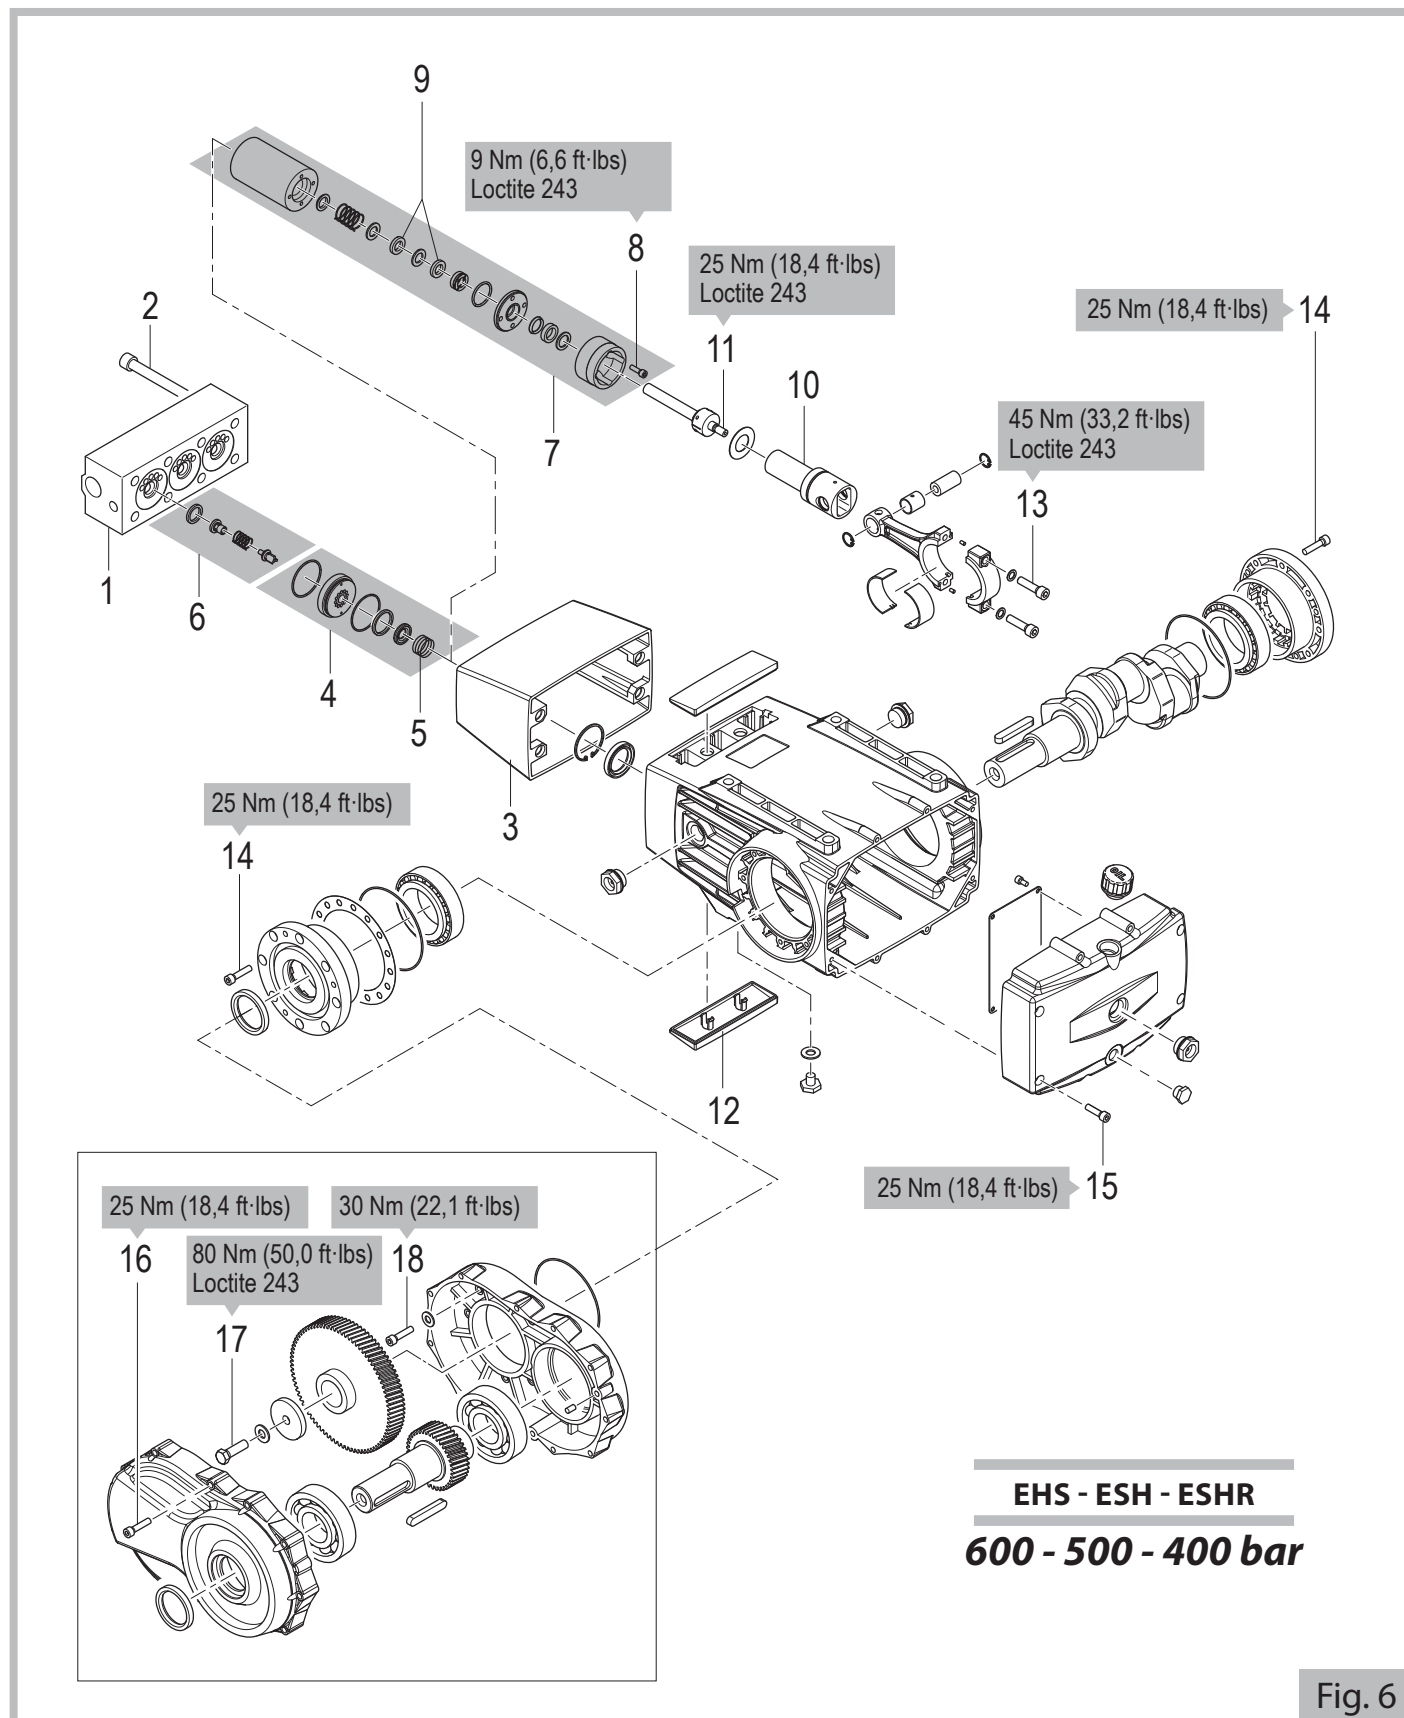

Fig. 6
- In caso di verniciatura esterna della pompa, provvedere a proteggere la presa di moto (paraolio compreso) ed i fori di scarico acqua, localizzati sul coperchietto (12) posizionato sul carter (vedere figure 6 e 7).
Per la numerazione dei componenti, si faccia riferimento all'esploso di Fig. 6 e 7.
Tutti i serraggi indicati nelle figure 6 e 7 devono essere eseguiti con apposita chiave dinamometrica.
In presenza di anomale oscillazioni sul manometro di mandata e/o cali di pressione, si rende necessario procedere al controllo delle guarnizioni di alta e bassa pressione. Si consiglia di contrassegnare ogni supporto guarnizione, in modo tale che possano essere rimontati nello stesso ordine e posizioni originali. Per la numerazione dei componenti, si faccia riferimento all'esploso di Fig. 6 e 7.